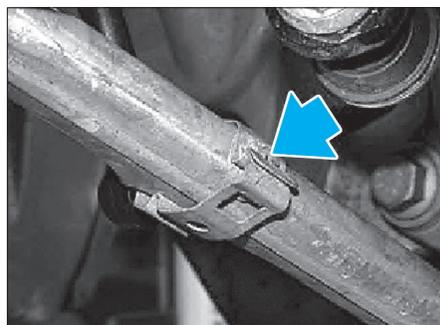

Fig. 8
- Dégager la tige articulée du capteur d'assiette au niveau du bras transversal (pour les versions avec phares au Xénon) (Fig.8).